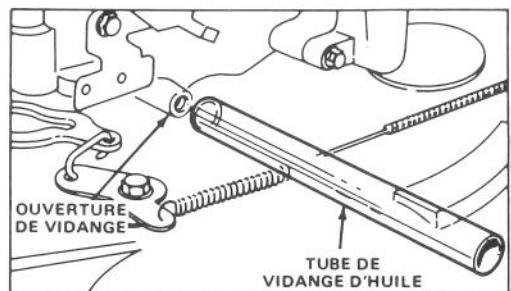

Figure 15
4. Insérez le tube de vidange d'huile sur l'ouverture de vidange et abaissez la tondeuse (Fig. 15). Soulevez le côté droit de la tondeuse jusqu'à ce que toute l'huile se soit déversée dans la cuvette de vidange.